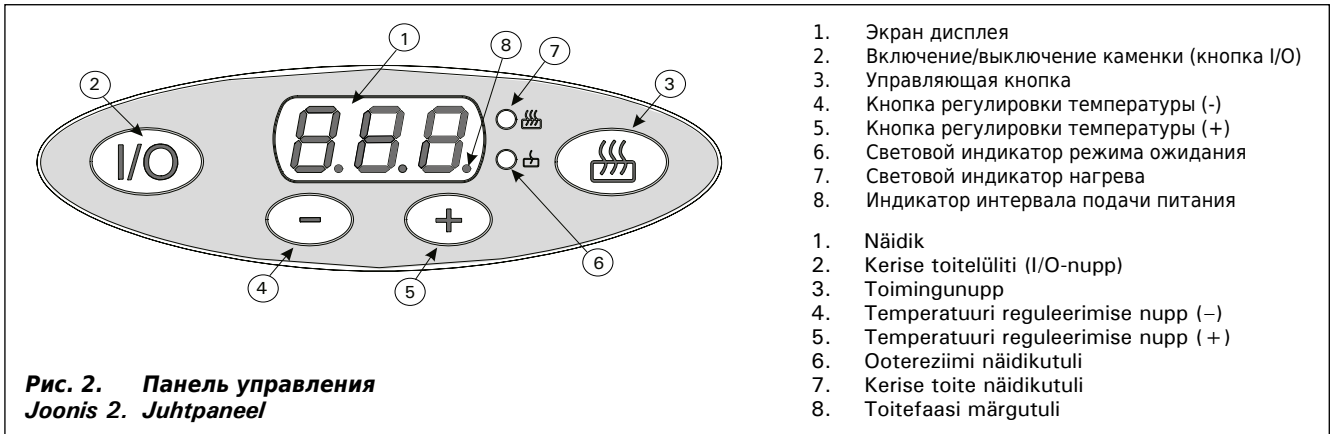

Рис. 2. Панель управления
Когда каменка включается на полную мощность (HI) с помощью кнопки управления, температура каменки устанавливается на уровне 300 °C. Это значение температуры нельзя задать с помощью кнопок регулировки температуры 4 и 5 (рис. 2). Если крышка каменки закрыта, когда каменка работает на полную мощность, то заданная температура в пространстве для камней (300 °C) достигается быстрее.
Чтобы включить каменку, нажмите кнопку **I/O**. При подключении питания к нагревательным элементам на дисплей выводится сообщение LO (питание в режиме ожидания), за которым следует число, обозначающее текущую температуру пространства для камней (например, 24). Кроме того, горит лампа индикатора (рис. 2). Температуру в пространстве для камней можно задать с помощью кнопки + (5, рис. 2); максимальное значение — 280 градусов по Цельсию. Кнопка «минус» (4, рис. 2) используется для снижения слишком высокой заданной температуры (мин. 220 °C).
Потребление каменной электрической энергии можно отслеживать с помощью индикатора 8 (рис. 2). См. раздел «Дисплей».
Чтобы включить режим полной мощности, нажмите один раз управляющую кнопку 3 (рис. 2). На дисплее 1 (рис. 2) показывается, что используется состояние HI (= режим полной мощности). Через некоторое время на дисплее появится текущее значение температуры в пространстве для камней. В состоянии HI температура в пространстве для камней растет до заданного значения